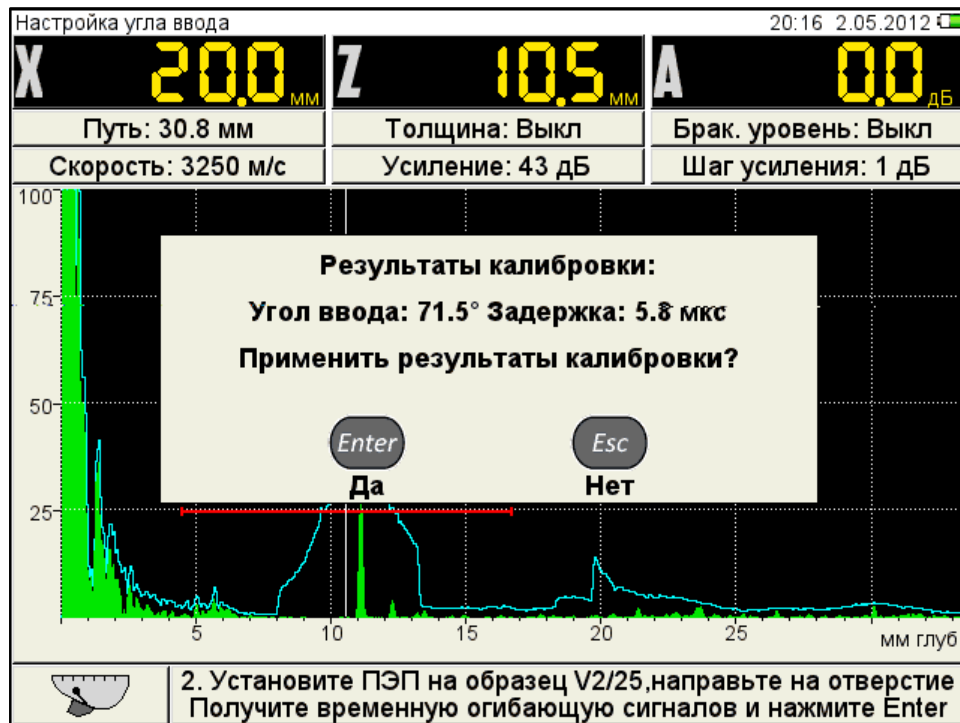

Рисунок 31
– подтвердить принятие результатов калибровки - **Enter** или отказаться от результатов калибровки - **Esc** (рисунок 31).